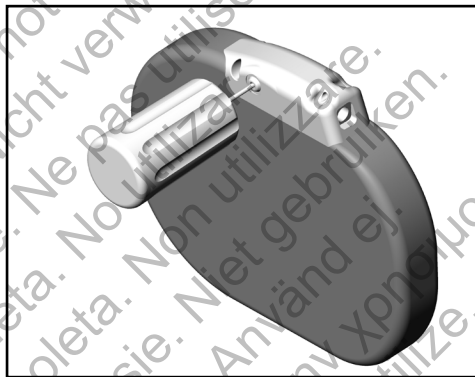

Figure 16 : Insertion du tournevis dynamométrique
2. Introduire soigneusement la pointe du tournevis dynamométrique dans la vis de fixation en l'insérant au centre, dans le creux pré-fendu du bouchon d'étanchéité à un angle de 90° (figure 16). Ceci permettra d'ouvrir le bouchon d'étanchéité et de relâcher la pression qui pourrait s'être accumulée au niveau du connecteur en ouvrant un passage pour l'expulsion du liquide ou de l'air qui y serait piégé.